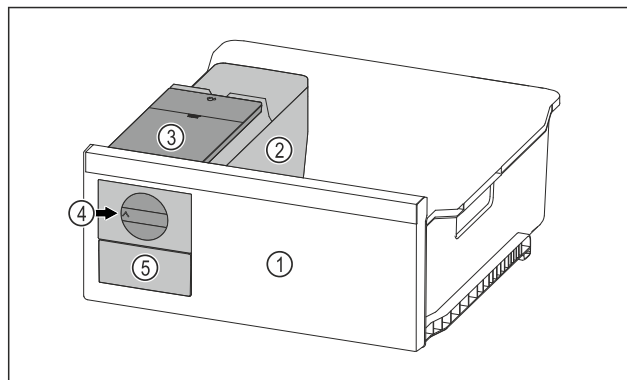

Fig. 99 Ilustrační zobrazení
- ▶ Otočte otočný knoflík Fig. 99 (4) ve směru hodinových ručiček až na doraz.
- ▷ Kostky ledu padají z misky na kostky ledu do zásuvky na kostky ledu Fig. 99 (5).